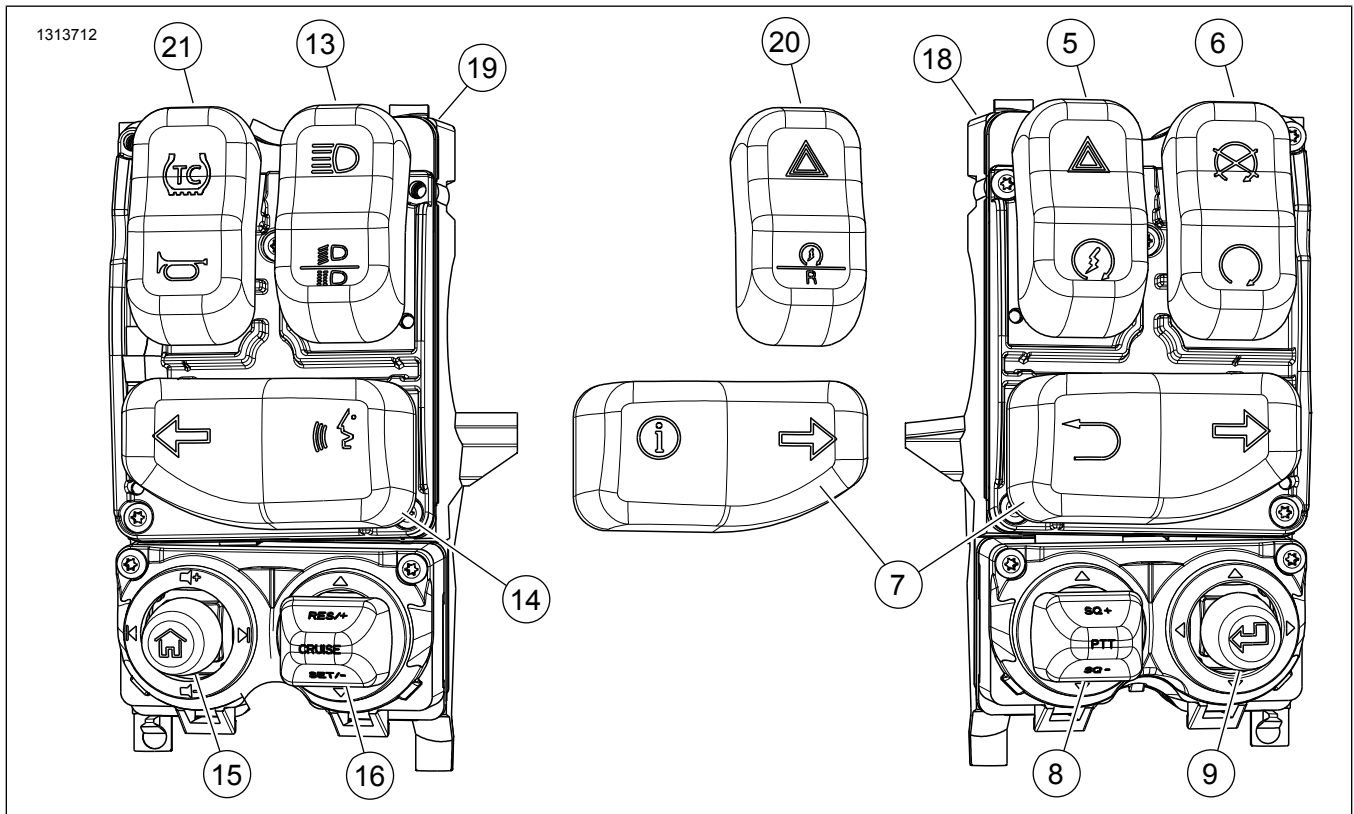

Figure 1. Contenu du kit : Commutateur de commande de guidon allumé
Voir la figure 1. Deux capuchons de commutateur sont fournis en vrac dans ce kit.
1. **TOUS les modèles** : Voir la figure 1. Installer le pack commutateurs (18,19) du kit. Consulter le manuel d'entretien.